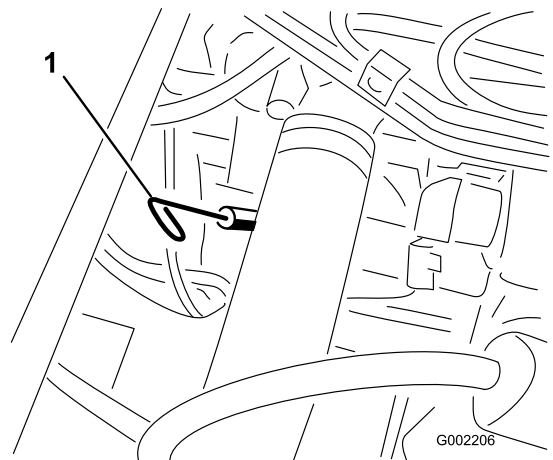

Figura 40
2. Retire a vareta, situada debaixo do banco do passageiro e limpe-a com um pano limpo (Figura 40). Volte a colocar a vareta no tubo e verifique se está completamente introduzida. Retire a vareta e verifique o nível de óleo.
óleo especificada no bocal de enchimento do óleo (Figura 40).